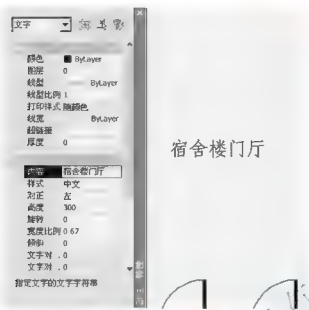

图 3.15 利用【对象特征管理器】修改文字
(1) 执行菜单栏中的【修改】|【特性】命令,打开【对象特征管理器】,或单击【标注】工具栏上的图标,或在命令行输入“PR”并按 Enter 键。
(2) 在无命令的状态下单击“宿舍楼门厅”,此时【对象特征管理器】内左上方下拉列表内出现【文字】选项,并且在【对象特征管理器】中列出“宿舍楼门厅”字体的特性描述,如图 3.15 所示,包括文字样式、文字高度、文字内容等,在这里可对其所有特性进行修改。